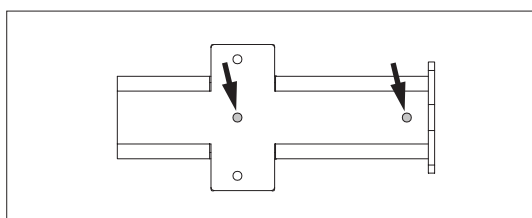

Fig. C3.04b
3. Allineare di conseguenza la trave VT 20 sull'adattatore (15) e fissarla con 2 viti Torx 6 x 60 (99) per adattatore. Utilizzare i fori per le viti contrassegnati. (Fig. C3.04b)